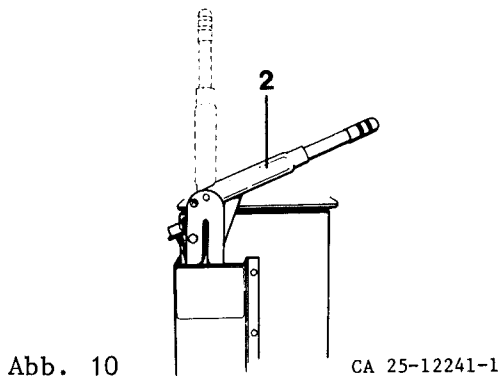

Abb. 10
3. Die Feststellbremse (2, Abb. 10) anziehen.